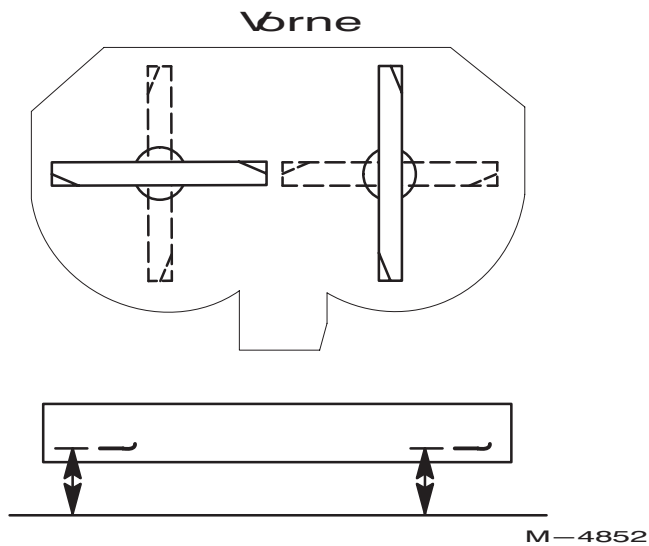

Bild 45
1. Drehen Sie die Messer, bis die Enden vorne und hinten stehen (Bild 45). Messen Sie von einer ebenen Fläche bis zu den Schnittkanten der Messer (Bild 45). Zeichnen Sie diese Maße auf.